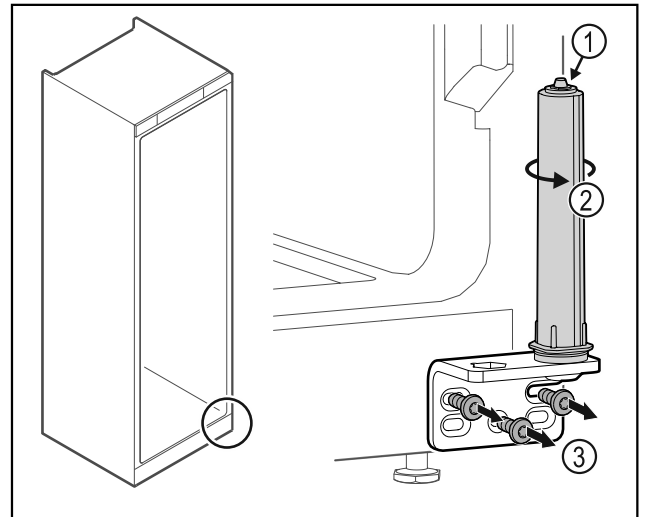

Fig. 49
- ▶ Не розбирати систему закриття дверей Fig. 49 (1).
- ▶ Повертати систему закриття Fig. 49 (2) до клацання.
- ▶ Відкрутити шарнірний кутик Fig. 49 (3).